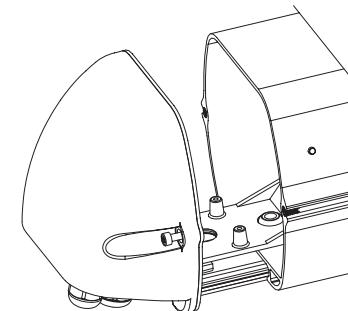

Fig. 1
- Aprire la custodia svitando le viti del fondo posteriore (Fig. 1).
- Ouvrir le caisson en dévissant les vis du fond postérieur (Fig. 1).
- Open the housing, removing the 2 rear screws (Fig. 1).